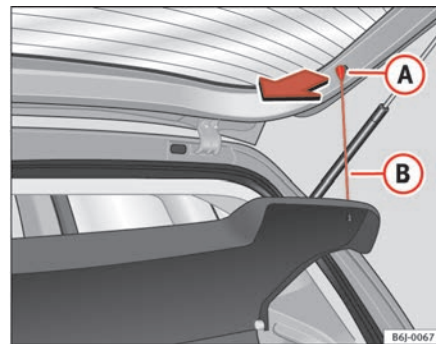

Fig. 84 Bandeja portaobjetos
- Desenganche los tirantes ⇒ fig. 84 B de los alojamientos A